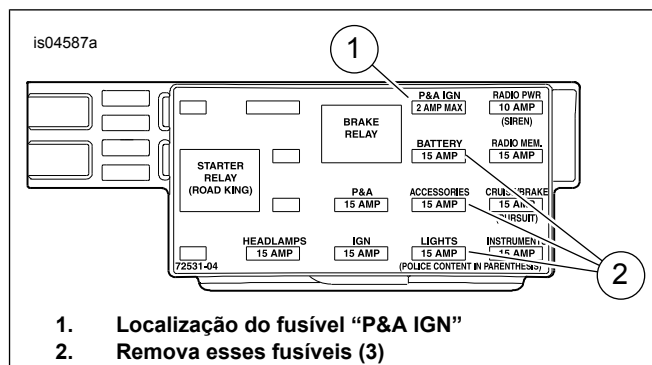

Figura 10. Cavidade de fusível "P&A IGN" (modelos Touring anos 2004 a 2007)
- Modelos ano 2004 a 2007:** veja Figura 10. Localize a cavidade de fusível marcada com "P&A IGN", "2A MAX" (1). Há um terminal em apenas um lado dessa cavidade. Remova os três fusíveis (2) atualmente instalados nesta fileira, anotando a sua localização.
- Pegue o fio adaptador laranja/branco do bloco de fusíveis (11) do kit. Observe o terminal em cada extremidade (veja Figura 10, **vista superior**). Somente o terminal **COM linguetas de mola** caberá na cavidade de fusível. Corte cuidadosamente o terminal **SEM** linguetas de mola do fio e descarte-o.